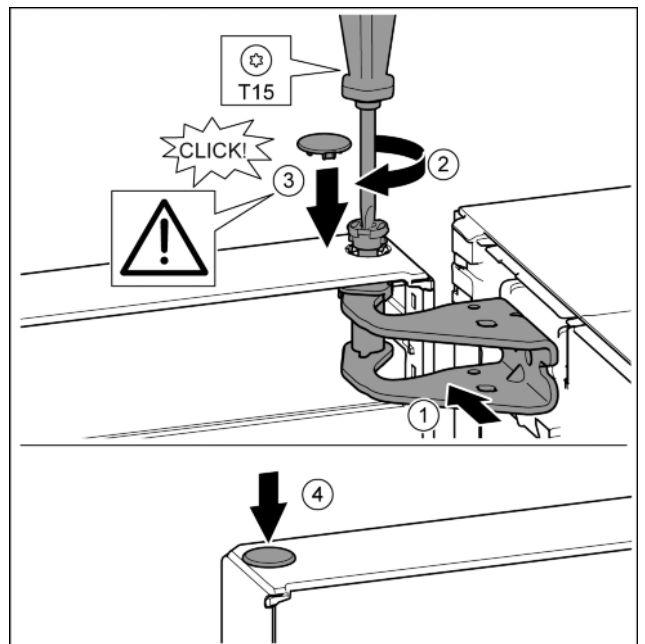

*Fig. 19*
- ▶ Встановіть ручку з протилежного боку. *Fig. 19 (1)*
- ▶ Закрутіть гвинти за допомогою викрутки T15. *Fig. 19 (2)*
- ▶ Встановіть кришки з боків та вставте їх. *Fig. 19 (3)*